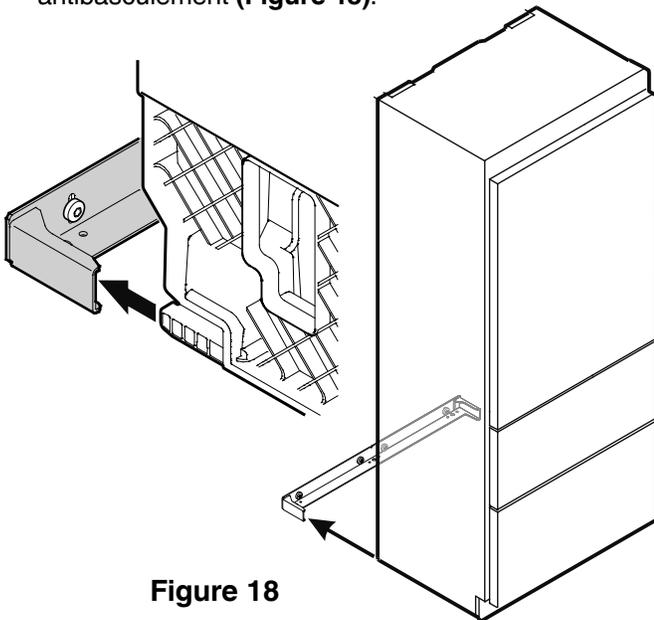

Figure 18
- Déplacer lentement l'appareil dans la niche jusqu'à ce que l'arrière de celui-ci s'insère dans l'équerre antibasculement (Figure 18).